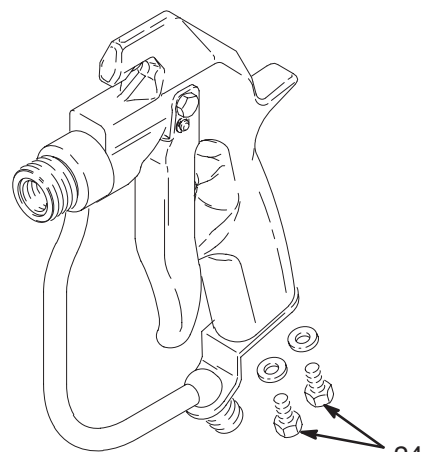

Fig. 19 04733
7. Monte los tornillos (24). Vea la Fig. 19.